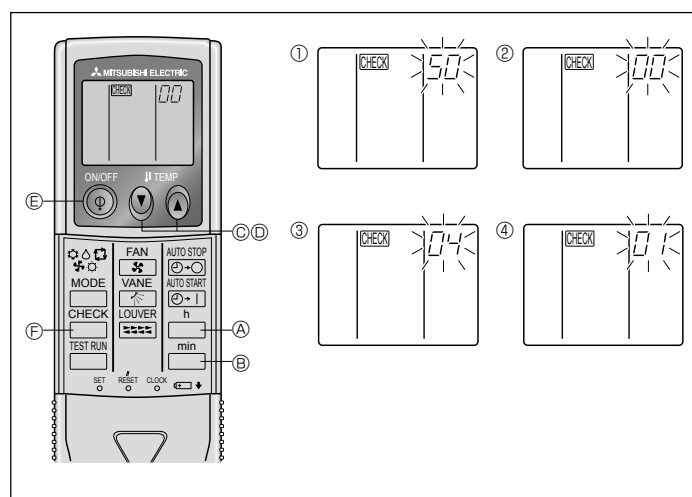

Fig. 6-10
- ⑧ Premere il pulsante MODE E ; il modo e il numero del parametro (I) e (II) cambieranno restando costantemente accesi. Si può confermare il contenuto dell'impostazione.
- ⑨ Premere contemporaneamente i tasti A FILTER e B TEST RUN per almeno due secondi. La schermata di selezione funzioni scompare temporaneamente e appare l'indicazione di condizionatore d'aria spento.
2) Per il regolatore a distanza senza fili (Fig. 6-10)